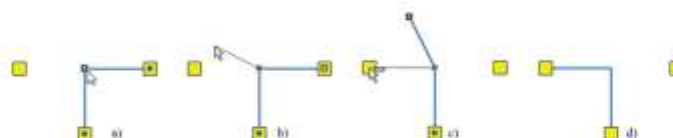

Рисунок 6.11. Перепривязка участка
2. Отметить щелчком перепривязываемый участок, щелкнув по нему левой кнопкой мыши. На отмеченном участке будет отмечены точки перелома (смотрите Рисунок 6.11. «Перепривязка участка»а);
4. Удерживая левую клавишу мыши и Shift отвести участок в сторону (смотрите Рисунок 6.11. «Перепривязка участка»б). Таким образом, мы отсепили участок от объекта;
5. Щелчком левой кнопкой мыши «сухватиться» за конечную точку участка. Не отпуская клавишу мыши и удерживая клавишу Ctrl на клавиатуре подвести конец участка к узлу привязки, при этом вид курсора изменится на следующий  (смотрите Рисунок 6.11. «Перепривязка участка»с);
6. Отпустить клавишу мыши для окончания перепривязки участка (смотрите Рисунок 6.11. «Перепривязка участка»д).